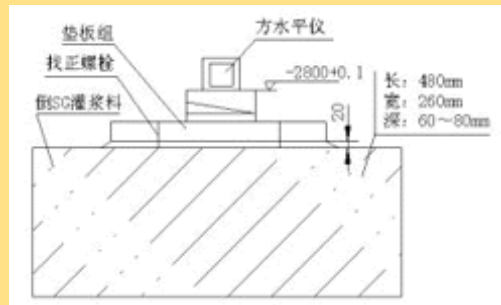

图2 倒座浆法安装示意图
1.1.2 垫板的安装要求 (1) 每个地脚螺栓的近旁应放置两组垫板，无地脚螺栓处应在主要受力部位放置一组垫板。(2) 每一垫板组应放置整齐，每对斜垫板的重叠面积应大于垫板面积的2/3。(3) 垫板组伸入轧机轨座底面的深度应超过地脚螺栓。(4) 平垫板组宜露出轨座底外缘10~30mm，斜垫板组宜露出轨座底面10~50mm。(5) 3500四辊精轧机的荷载和承受的冲击负荷较大，其垫板与垫板间、垫板与轨座间，用0.05mm塞尺检查，塞入面积不得超过垫板面积的1/3。(6) 垫板采用倒座浆法进行安装(见图2)。